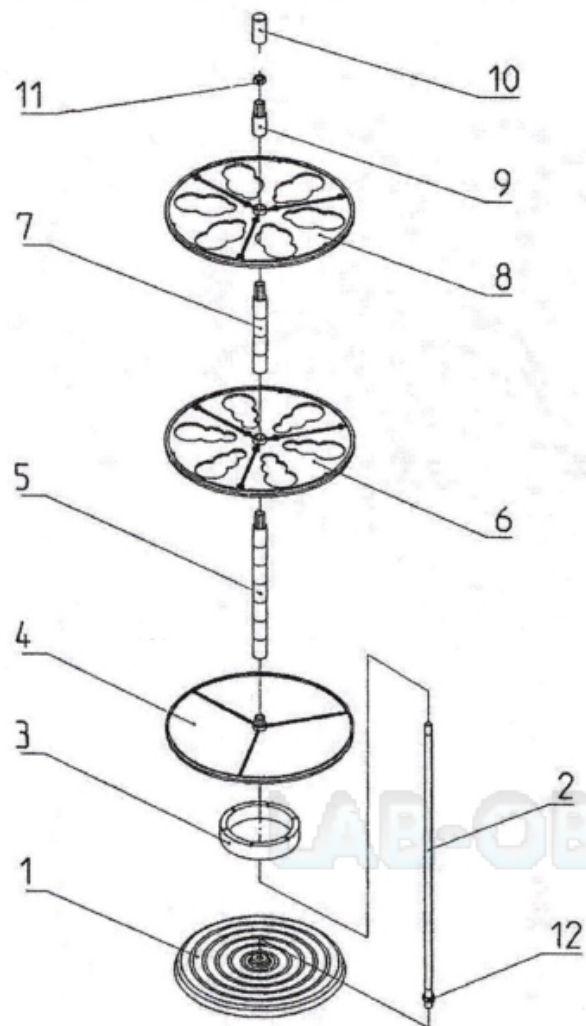
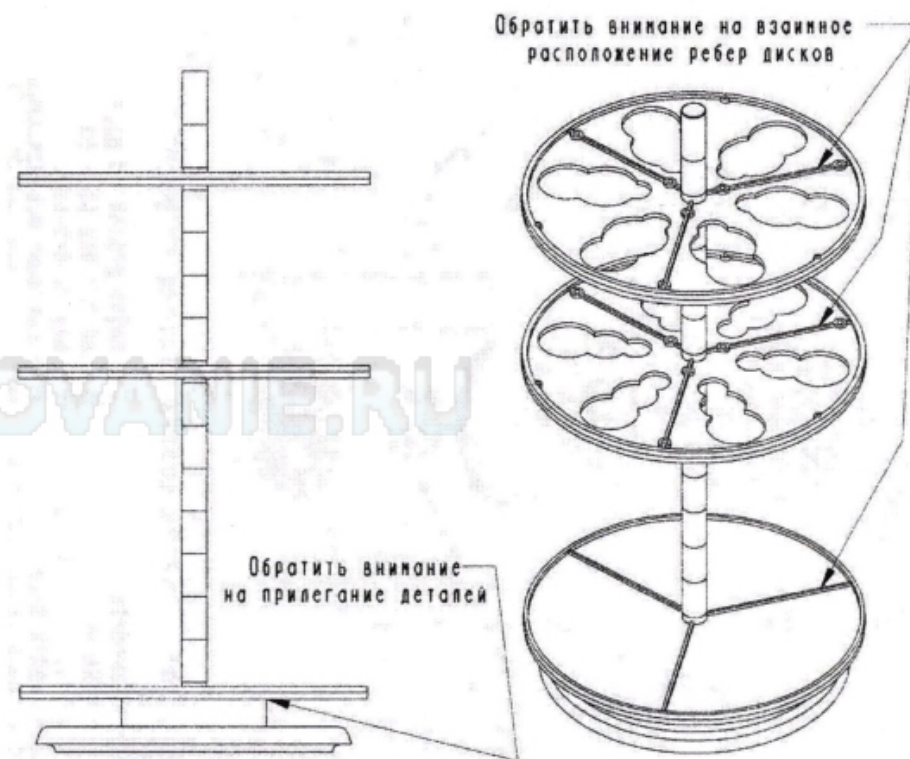

Рисунок 1
Рисунок 2
Сборка штатива производится пользователем в соответствии с прилагаемой схемой сборки (Рисунок 1) с учётом замечаний (Рисунок 2), в последовательности, описанной ниже.
- 3.6. Удерживая диск 4 и кольцо 3 в совмещённом положении, надеть их на шпильку 2 и переместить вниз до упора кольца 3 в основание 1. После этого проконтролировать совпадение пазов кольца и рёбер на диске (Рисунок 2).
- 3.8. Установить первый диск 6 фирменным логотипом вверх. При этом вращением подобрать такое его положение, в котором рёбра дисков 4 и 6 совпадают (Рисунок 2).
3.10. Установить второй диск 8 фирменным логотипом вверх. При этом так же вращением подобрать такое его положение, в котором ребра дисков 6 и 8 совпадают (Рисунок 2).